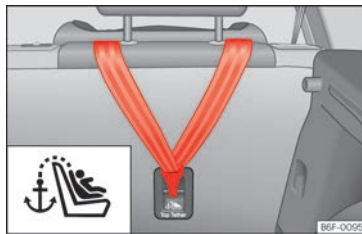
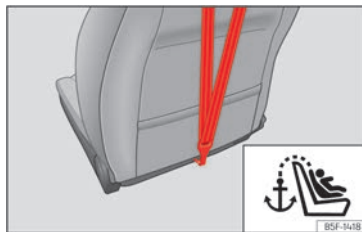

Abb. 43 Rückseite der Rücksitzbank: Halteösen für den Top Tether Haltegurt.
Abb. 44 Rückseite der Beifahrersitzlehne: Verankerung für den Top Tether Haltegurt.
des Beifahrersitzes (mit dem Symbol  gekennzeichnet) und bietet einen besseren Rückhalt »» (Abb. 43), »» (Abb. 44).
- Den Haltegurt verschieben und ordnungsgemäß an der Verankerung des hinteren Teils der Rückenlehne befestigen >>> **(Abb. 43)**, >>> **(Abb. 44)**.